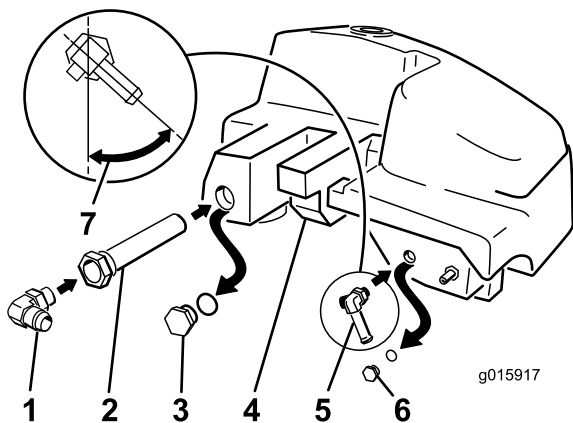

図 8
4. 小さい方のプラグを取り外したところに、小さい 90 度 T 字フィッティング (バーブ付き) を取り付ける (図 8)。